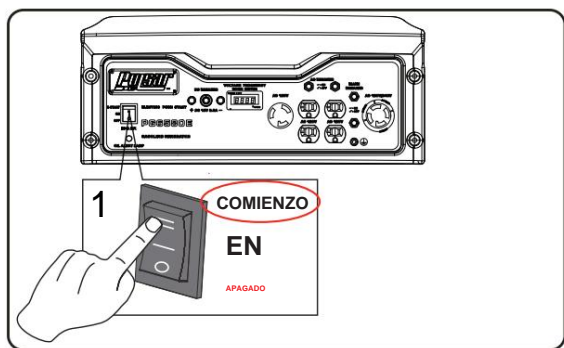

Figura 9 Arranque eléctrico
- Para arranque eléctrico, OMITIR ESTO SI EL MOTOR ESTÁ CALIENTE O CALIENTE. Presione y sostenga el interruptor de ARRANQUE/ENCENDIDO/APAGADO del motor en la posición "ARRANQUE". No mantenga el interruptor de INICIO/ENCENDIDO/APAGADO en la posición "Inicio" durante más de 15 segundos. Permita 1 minuto entre los intentos de arranque. (Ver figura 9)